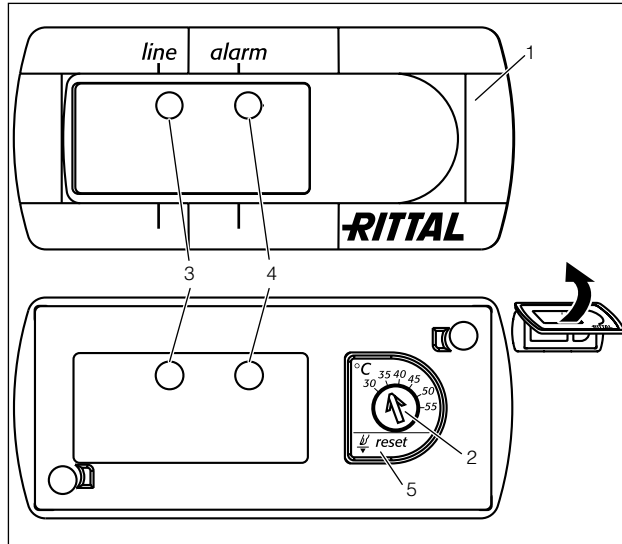

Bild 36: Basiccontroller
- Ställ in önskad börtemperatur (bild 36, sidan 23).
- Tryck på resetknappen (bild 36, nr. 5) i minst 3 sekunder.